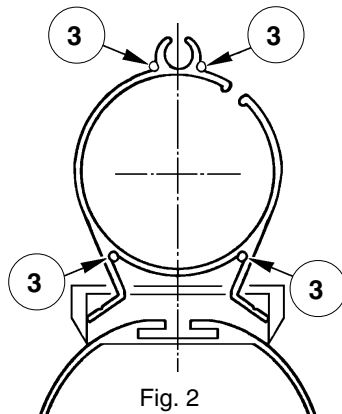

Fig. 2
- prendere il calibro, misurare la larghezza totale del profilo esterno della RGE dalla parte delle alette di fissaggio, prendere la misura della canaletta dell'albero, sottrarla alla misura ricavata dal profilo e dividerla per due (fig. 2).
- take the gauge and measure the total width of the RGE external profile from the fixing wings' side; then measure the mast raceway, subtract it from the profile measure and divide it by two (fig.2).
6 - Prendere le spine elastiche in dotazione, posizzionarle nei quattro fori del profilo facendole entrare fino a metà (fig. 2 - part. 3).
6 - Set the elastic pins on issue on the four holes of the profile and let them enter up to their half (fig.2 - det.3).